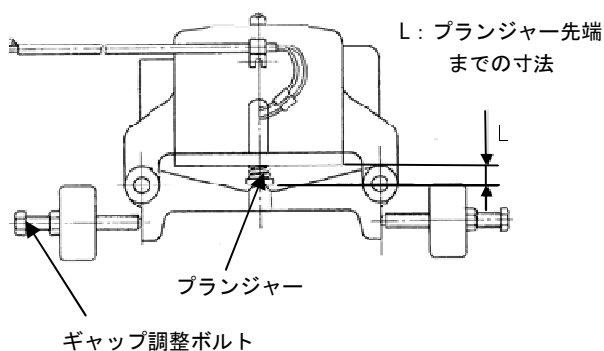

図 1 プランジャーストローク寸法
- (1) ブレーキを閉じた状態でプランジャーストローク寸法 (L) を測定します。(図 1)